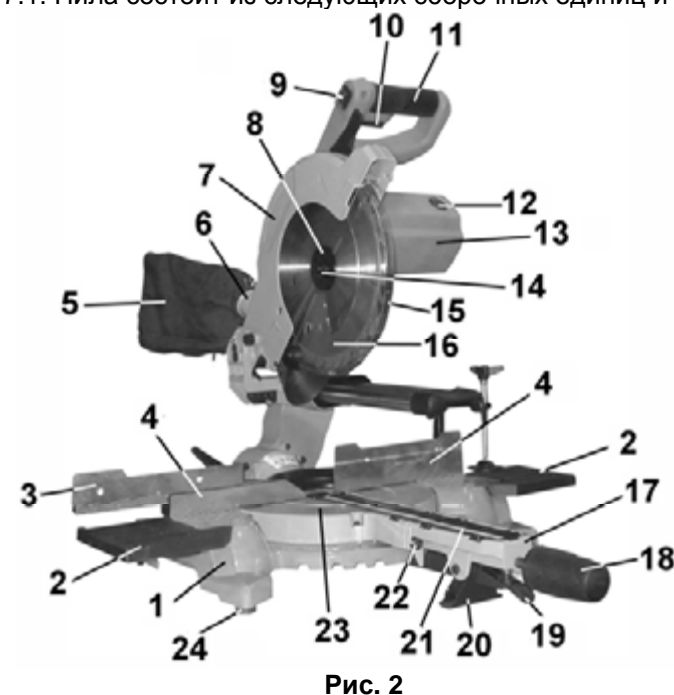

Рис. 2
7.1. Пила состоит из следующих сборочных единиц и деталей. (Рис. 2)
8.2. Приведение пилы в верхнее положение (Рис. 2; 3; 8)
8.2.2. Удерживая пилу за рукоятку (11), переместите её в верхнее положение, как показано на Рис.2; 3; 8.
8.3. Транспортировка (Рис. 2)
8.4. Установка поворотного стола в положение 0° (Рис.2)
8.5. Замена пильного диска. Пила КОРВЕТ 4–300 оснащена пильным диском (16) (Ø255мм x 30мм), Рис.2. В комплект поставки не входят переходные кольца, предназначенные для установки пильного диска (16) с другими посадочными диаметрами.
8.5.1. Снятие пильного диска (Рис. 2; 9-11)
Нажмите и удерживайте кнопку блокировки (26), Рис.2; 9, проворачивая пильный диск (16) до его блокировки.
Выкрутите болт (14), Рис.2; 11, по часовой стрелке. Снимите наружный фланец (8) и пильный диск (16), Рис. 2; 11.
Перед установкой пильного диска (16) внимательно осмотрите каждую напайку. На них не должно быть трещин и сколов. После установки пильного диска (16) при первом включении и при последующей работе не находитесь в плоскости вращения пильного диска (16), Рис. 2.
Установите пильный диск (16) в соответствии с последовательностью, указанной на Рис.11 так, чтобы зубья пильного диска (16) были направлены вниз в передней части пилы, Рис.2; 3. На шпindel (44) установите внутренний фланец (45), пильный диск (16) с соответствующим посадочным диаметром. Установите наружный фланец (8), шайбу (46). Закрутите болт (14), Рис.11, вращением против часовой стрелки, удерживая кнопку блокировки (26) фиксации пильного диска (16) в нажатом положении, Рис.2.
9.1. Действие выключателя (Рис. 2). Перед включением пилы в розетку удостоверьтесь, что кнопка выключателя (10) правильно действует и возвращается в позицию «Выкл.» при ее отпускании.
9.2. В верхнем положении пилы защитный кожух (15) заблокирован и опускание пилы за рукоятку (11) невозможно (Рис. 2; 3). Перед опусканием пильного диска (16) необходимо отвести рычаг (27) – разблокировать.